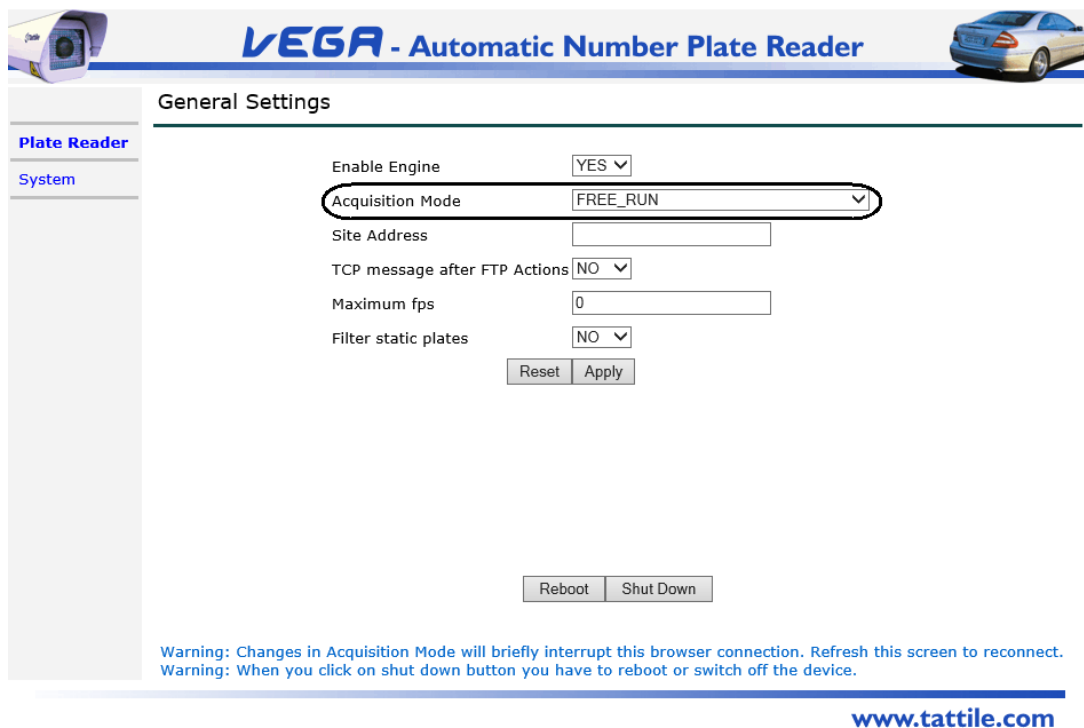

Рис. 7.2—33 Настройка камеры Tattile
1. Перейти на вкладку «Plate reader» в программе настройки камеры и выбрать пункт меню «General». В выпадающем списке «Acquisition Mode» выбрать значение «FREE_RUN» для пересылки данных устройством (см. Рис. 7.2—33).
2. На вкладке «Plate reader» выбрать пункт меню «Events/Actions settings» (см. Рис. 7.2—34).